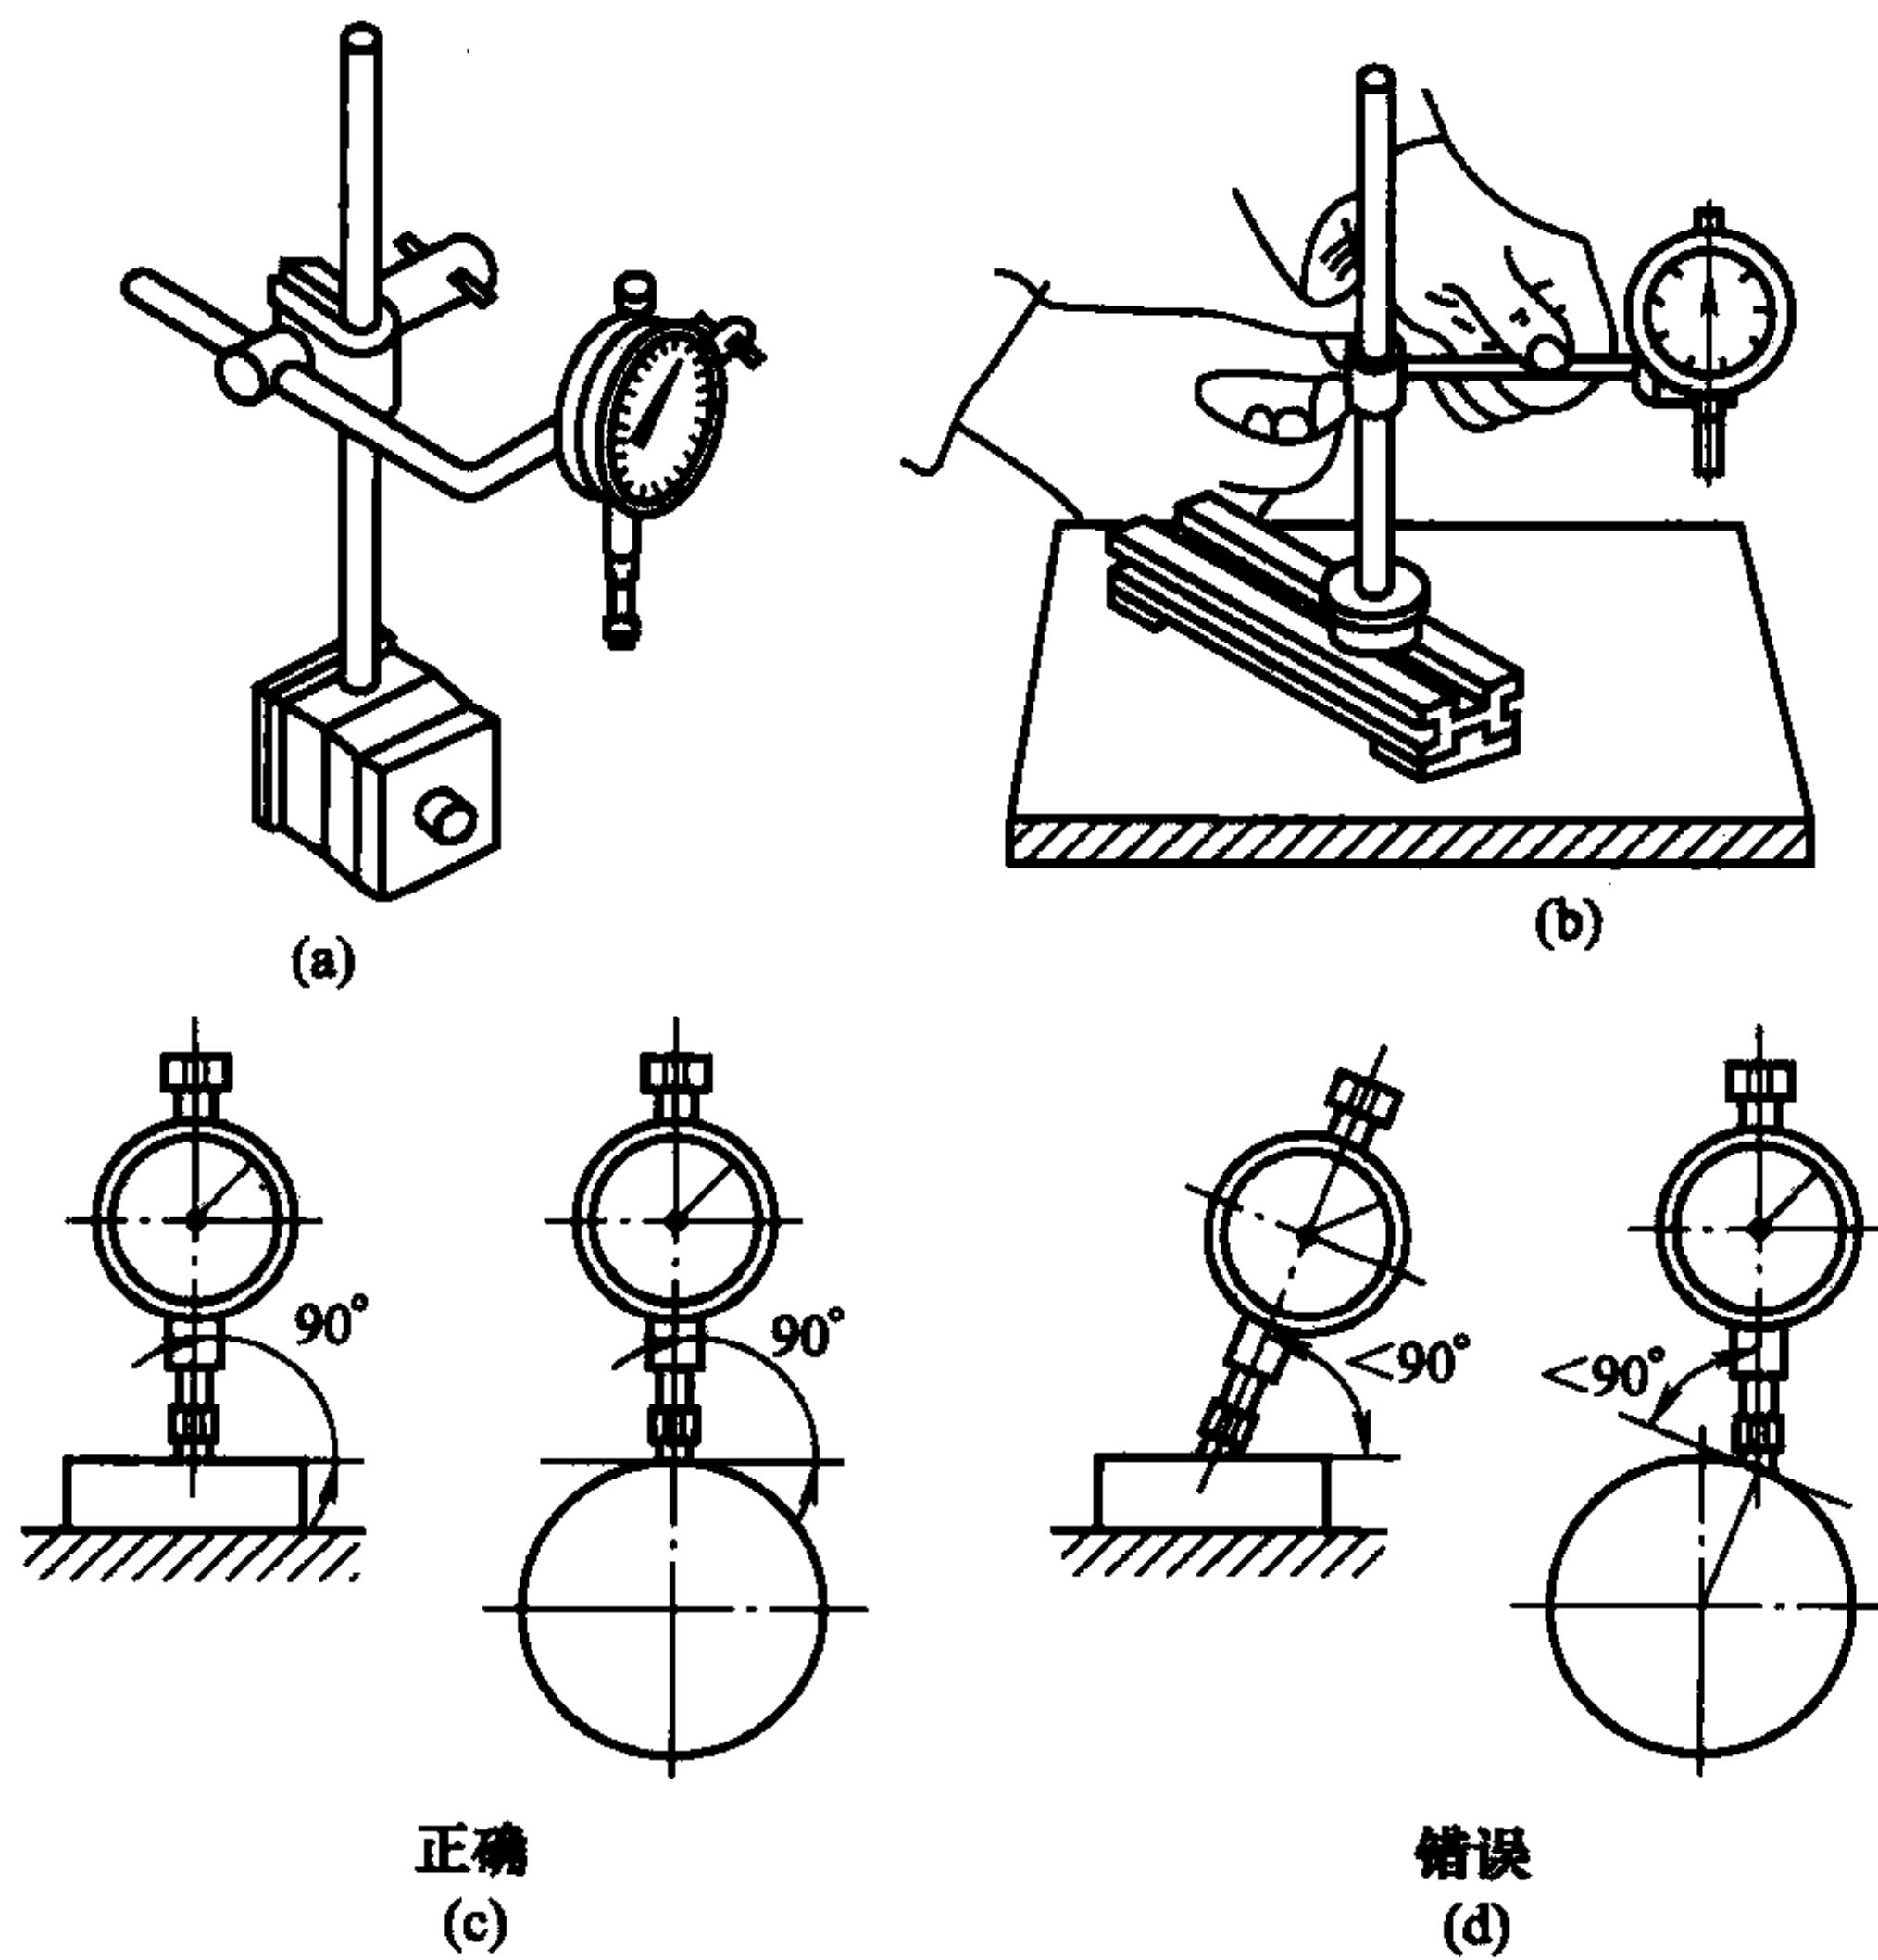

图 2-9 百分表的安装与测量
(2) 百分表使用注意事项
① 使用前, 应检查测量杆的灵活性。轻轻推动测量杆, 看其能否在套筒内灵活移动。每次松开手后, 指针应回到原来的刻度位置。
② 测量前, 应先擦净量头及被测表面。测量平面时, 百分表的测量杆应与平面垂直; 测量圆柱形零件时, 测量杆应与零件的中心线垂直, 如图 2-9 所示。